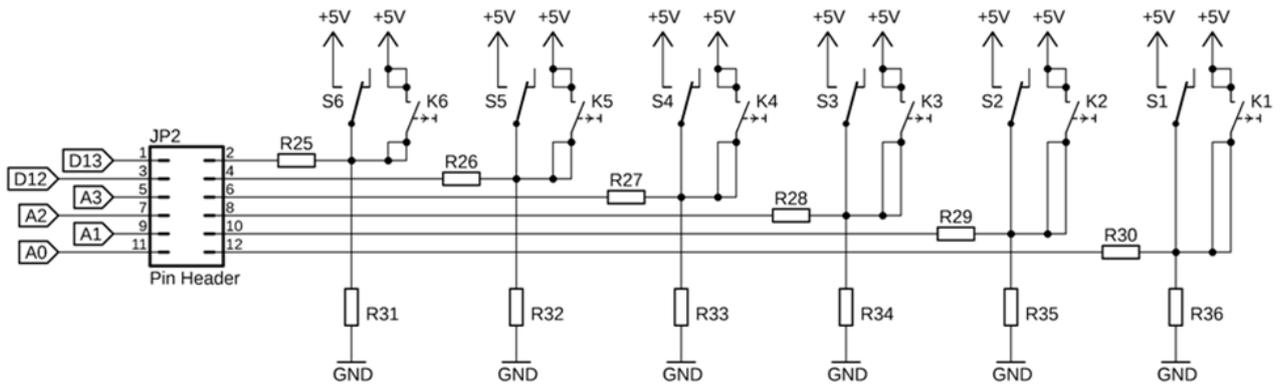

Abbildung 7: Die Beschaltung der Schiebe- / Tastschalter S1 ... S6 / K1 ... K6
Auf dem *MCCAB Trainingsboard* stehen dem Anwender sechs Tastschalter und sechs Schiebeschalter für seine Übungen zur Verfügung (Pfeile (20) und (19) in Abbildung 1). Ihre Beschriftung zeigt Abbildung 7.
Jeder Pin der Pfostenleiste JP2 kann über eine Steckbrücke mit dem ihm zugeordneten Eingang A0 ... A3, D12 oder D13 des *Arduino® NANO-Mikrocontrollermoduls* verbunden werden. Die Zuordnung ist Abbildung 7 zu entnehmen.